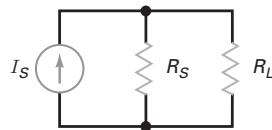

Figura 1-18
- 1-10** Na Figura 1-18, a corrente ideal é de $20\ mA$ e a resistência interna de $200\ k\Omega$. Se a resistência de carga for igual a zero, qual será o valor da corrente de carga?
- 1-11** Na Figura 1-18, a corrente ideal é de $5\ mA$ e a resistência interna de $250\ k\Omega$. Se a resistência de carga for de $10\ k\Omega$, qual será a corrente de carga? Ela pode ser considerada quase ideal?